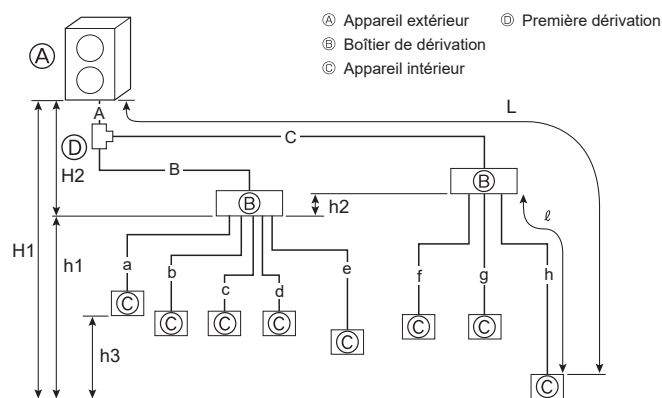

Fig. 4-4
4.3.2. Raccordement avec Boîtier de dérivation (Fig. 4-4)